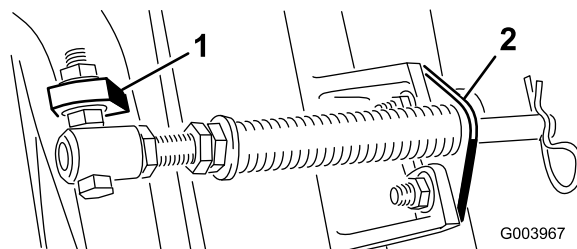

Figure 5
- D. Montez le support de tige sur les pattes de l'unité de coupe à l'aide des boulons de carrosserie et des écrous (Figure 5).